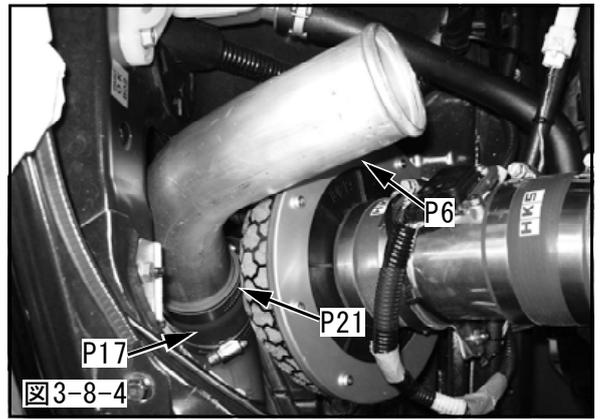

図3-8-4
- (4) 紫シリコンホースφ60にアウトレットパイプNo.2を仮付けしてください。(図3-8-4)